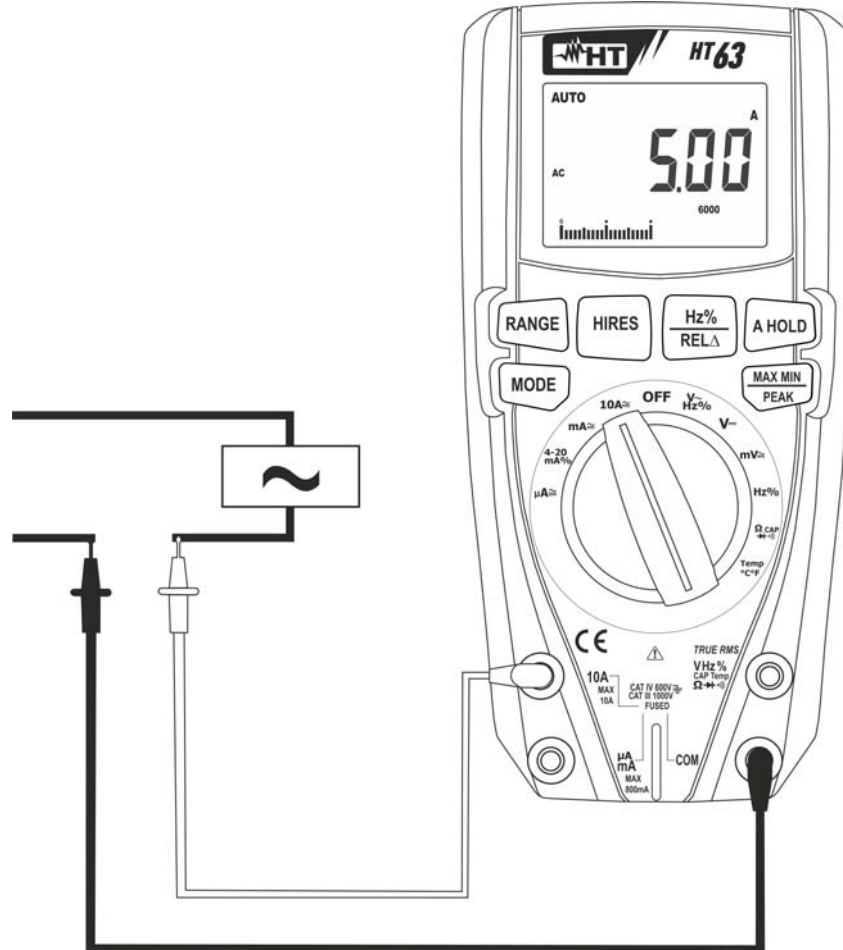

Fig. 10: Mesures de Courant AC
5. Connecter l'embout rouge et l'embout noir en série au circuit duquel on veut mesurer le courant (voir Fig. 10)